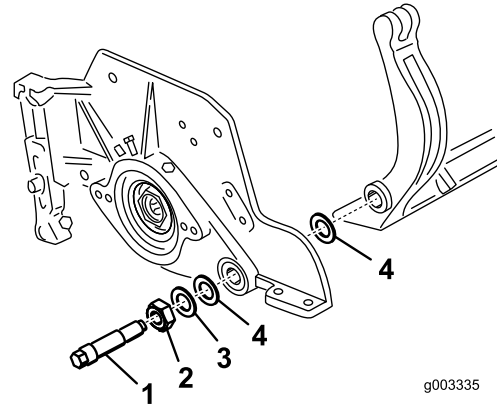

Bild 28
Bewahren Sie die beiden Nylonscheiben und die Stahlscheibe von den beiden Enden des Untermesserträgers auf (Bild 28).
3. Legen Sie eine Nylonscheibe auf jede Seite des Seitenplattenansatzes. Legen Sie eine Stahlscheibe außen auf jede Nylonscheibe (Bild 28).